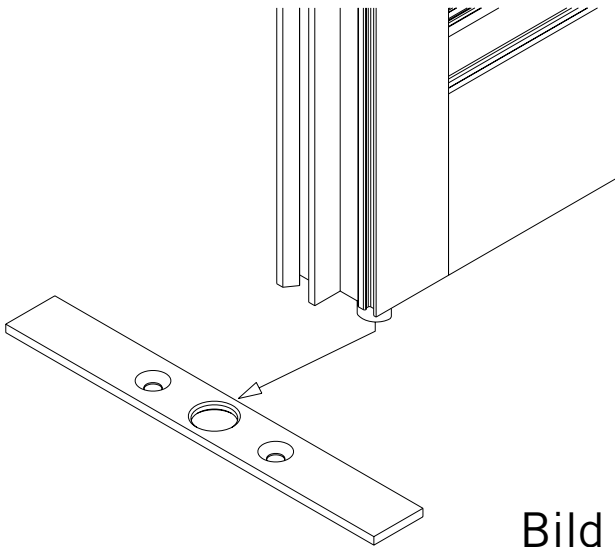

Bild 10
9. Untere Feststellung (Bild 10)